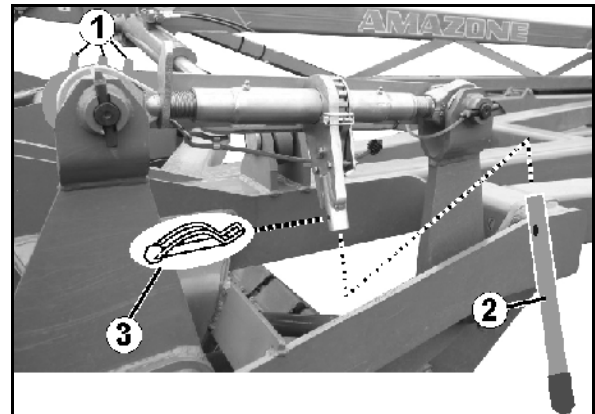

Bild 46
Skalan är till hjälp vid inställning av spindlarna till samma längd (Bild 46/1).
2. Lås spaken (Bild 46/2) på låsmekanismen (Bild 46/3) med hjälp av en ringsprint (Bild 46).